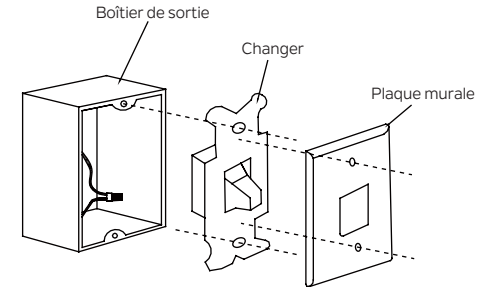

Fig. 25
Étape 1. Retirez la plaque murale existante et l'ancien interrupteur de la boîte de prise murale. Câblez les fils NOIR (chauds) avec le connecteur et repoussez à l'intérieur de la boîte de sortie. (Fig. 25)